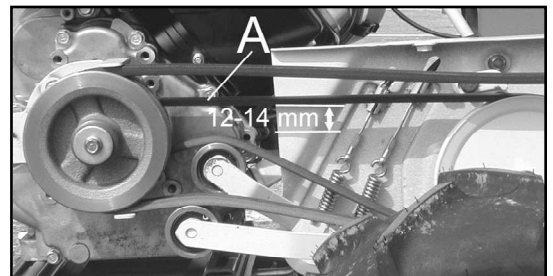

Figura 30
- Premere la cinghia con il dito in posizione (1, Figura 30). La cinghia deve muoversi di circa 12 - 14 mm. Se la cinghia non si muove adeguatamente, registrare nuovamente la tensione della cinghia.